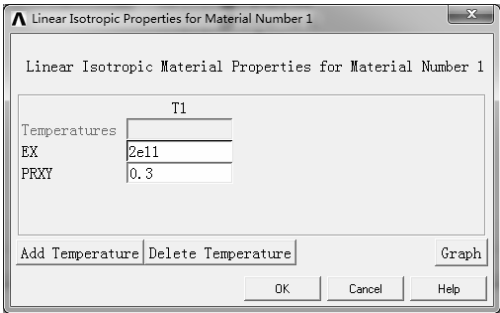

图 7-219 “Linear Isotropic Properties for Material Number 1” 对话框
2) 在右侧列表中选择“Structural>Linear>Elastic>Isotropic”,弹出“Linear Isotropic Properties for Material Number 1”对话框,在“EX”文本框中输入 $2e11$,在“PRXY”文本框中输入 0.3,如图 7-219 所示。单击“OK”按钮返回。